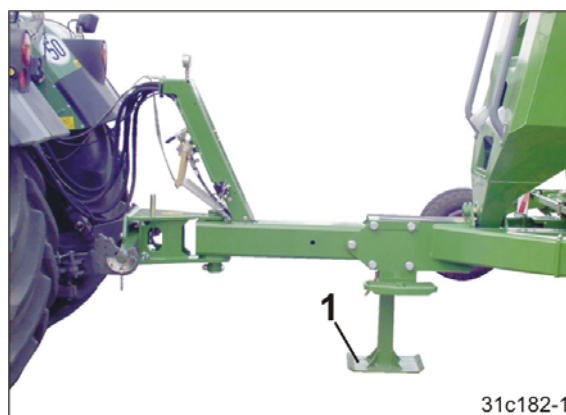

Fig. 261
Inden der arbejdes på maskinen, skal den maskine, der er koblet sammen med traktoren, stilles på støttefoden (Fig. 261/1) for at beskytte mod utilsigtet sænkning af traktorens liftarme.
1. Når den maskine, der er koblet til traktoren, skal rengøres, skal den altid stå på støttefoden (Fig. 261/1).